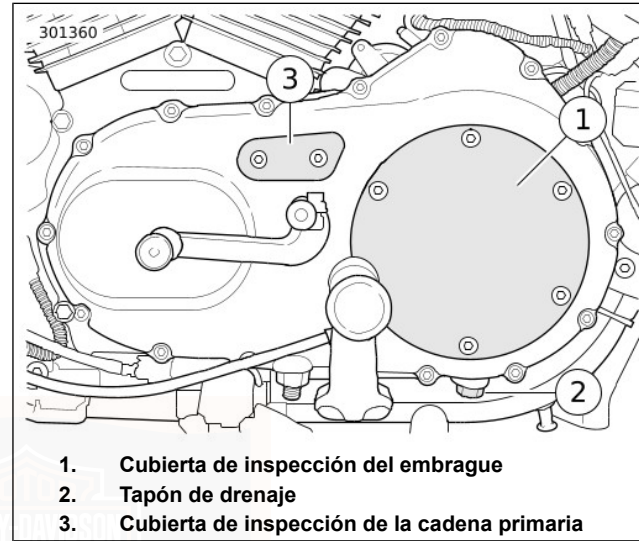

Figura 36. Cubierta primaria: Modelos Sportster (se muestra el modelo XL)
6. Vea la Figura 36. Quite los tornillos con las arandelas de la cubierta de inspección del embrague (1). Retire la cubierta de inspección del embrague de la cubierta primaria.
4. Vea la Figura 36. Coloque un recipiente adecuado debajo del tapón de drenaje de la transmisión (2).
10. Vea la Figura 36. Quite los tornillos con las arandelas de la cubierta de inspección del embrague (1). Retire la cubierta de inspección del embrague de la cubierta primaria.
2. Vea la Figura 36. Quite los dos tornillos de casquillo con cabeza hexagonal que aseguran la cubierta de inspección de la cadena primaria (3).